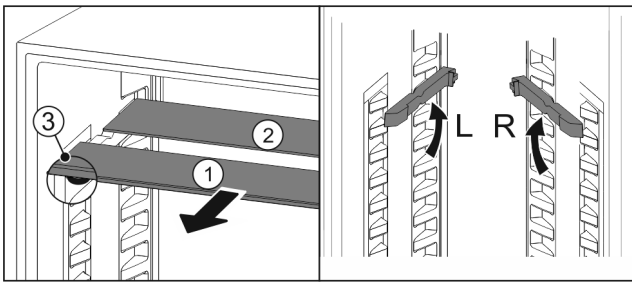

Fig. 82
- ▶ По одной извлеките Fig. 82 (1) стеклянные панели движением вперед.
- ▶ Стеклянная панель Fig. 82 (1) с декоративной планкой лежит спереди.
- ▶ Стопоры Fig. 82 (3) показывают вниз.